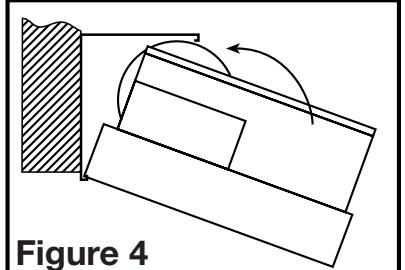

Figure 4
- Fixer par pression le bâti du ventilateur dans le support (**Figure 4**). Le ventilateur peut être fixé par pression en position avec le collet de conduit faisant face à gauche ou à droite en fonction de quelle direction est la plus pratique.